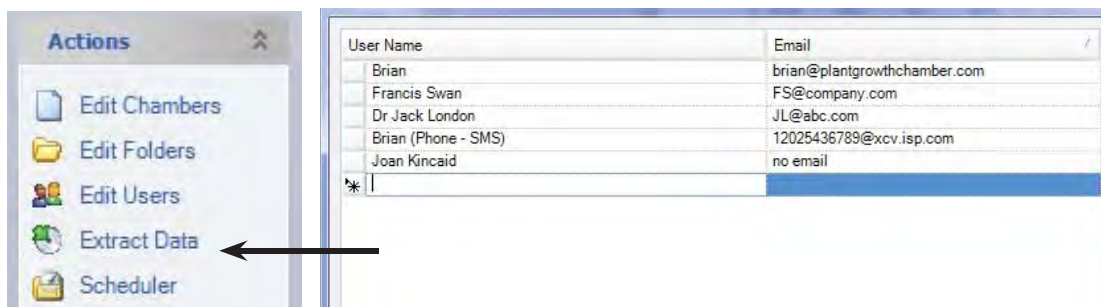

Abbildung 5.1: Benutzer-Erstellung
- Kammerteilnehmer: empfängt nur E-Mail-Warnungen von der Kammer, für die er eingetragen ist, siehe Abbildung 5.1: Benutzer-Erstellung.